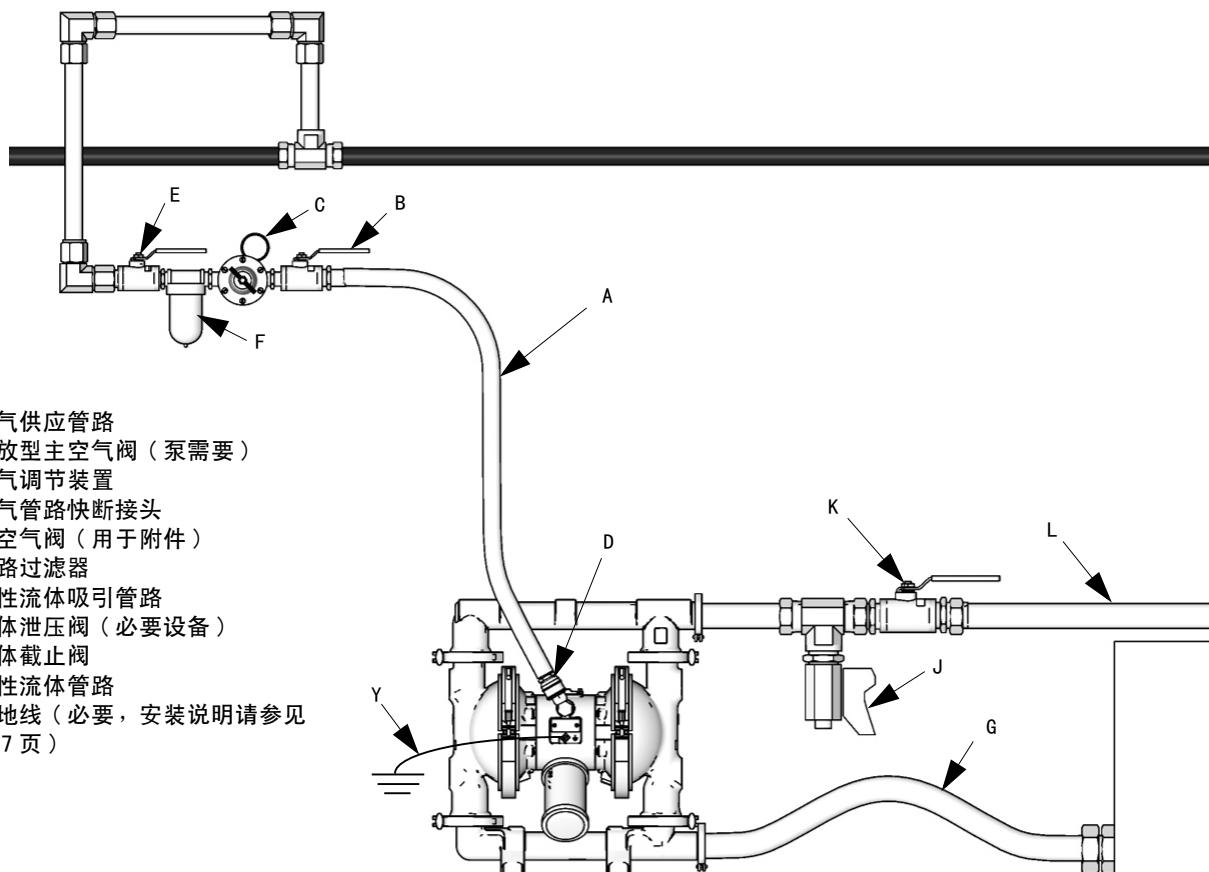

图 2 典型的地面安装
系统应配备一个排放型主空气阀 (B)，以释放该阀与泵之间的残留空气。残留空气会导致泵意外运行，并因而引发严重的伤害，如飞溅到眼睛内或皮肤上、移动零件造成的伤害或有害流体造成的污染。见图 2。
- 按图 2 所示安装空气管路的附件。将这些附件安装在墙上或支架上。应确保连接附件的空气管路已接地。
- 安装空气调节装置 (C) 和压力表以控制流体压力。流体出口压力将与空气调节装置的设定值相同。
- 将一个排放型主空气阀 (B) 安装在靠近泵的位置并用作释放残留空气。请参见上述警告。将另一个主空气阀 (E) 安装在所有气路附件的上游，并将其作为清洗和维修隔离之用。
- 气路过滤器 (F) 清除压缩气源中的有害脏污和湿气。
需要一个流体排放阀 (J) 以释放软管堵塞时的压力。排放阀能降低严重受伤的危险，其中包括泄压时飞溅到眼睛内或皮肤上，或者有害流体造成的污染。将该阀安装在靠近泵流体出口的位置。见图 2。
1. 使用柔性接地流体软管 (L)。
3. 将流体疏水阀 (J) 装在流体出口附近。请参见上述警告及图 2。
4. 将截止阀 (K) 安装在流体出口管路中。